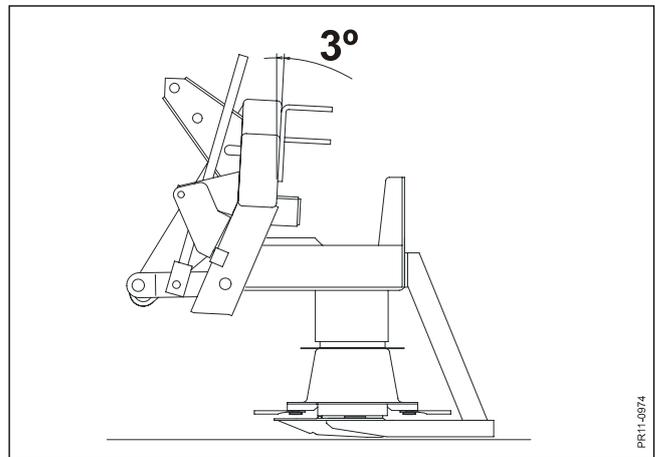

Fig. 3-11
- Fig. 3-11 On peut faire varier la hauteur de coupe en inclinant la machine jusqu'à 3° en arrière, ce qui donne un lamier horizontal par rapport au sol.
NB: Un chaume irrégulier ou une conduite inégale sur le champ peut être remédiée en choisissant un réglage qui correspond à fig. 3-11.